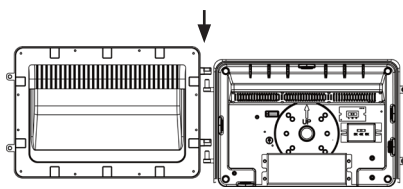
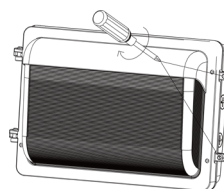

Fig. 2.6
Fig. 2.7
6. Remettre le couvercle avant du luminaire sur la plaque de montage (Fig. 2.6) et resserrer les deux vis sur le côté du luminaire (Fig. 2.7).